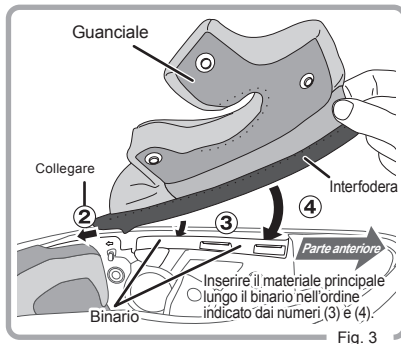

Fig. 3
2. Inserire l'estremità dell'interfodera dietro al guanciale nell'incastro. (Per vedere l'incastro, girare leggermente il profilo in gomma). (Fig. 3)
- 3-4. Inserire l'interfodera lungo la fessura. (Fig. 3)